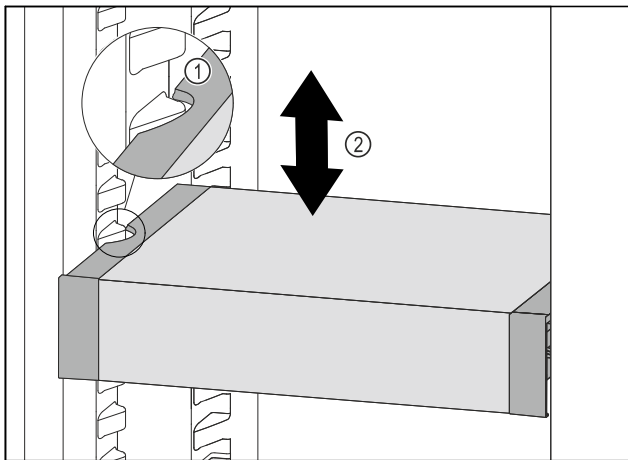

Fig. 159
- ▶ VarioSafe naar voren trekken tot de uitsparingen aan de zijkant van de VarioSafe zich ter hoogte van de rib in het koelgedeelte bevinden. Fig. 159 (1)
- ▶ VarioSafe in het koelgedeelte omhoog of omlaag bewegen tot de gewenste hoogte is bereikt. Fig. 159 (2)